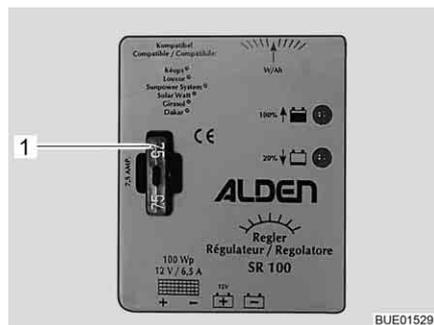

Bild 116 Sicherung Solar-Laderegler 100 W
- Flachsicherung 5 A/hellbraun (Bild 116,1) wechseln.